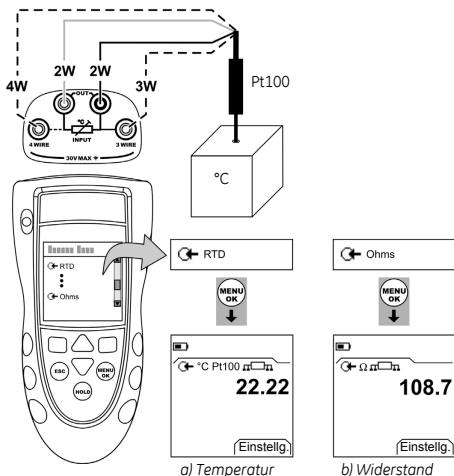

Abbildung 1: Beispielkonfiguration: Messung von Temperatur oder Widerstand eines RTD
1. Schließen Sie das Gerät an (Abbildung 1) und ändern Sie ggf. die Option *Konfig.* (Tabelle 1).